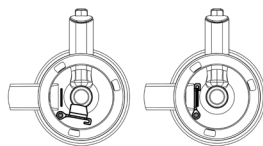

рис. 1
**ВНИМАНИЕ!** Проверьте правильность установки силиконового уплотнителя в нижней части рабочей чаши. Уплотнитель должен плотно закрывать канал выхода жмыха, иначе вытекание сока из чаши может стать причиной повреждения прибора (рис. 1).